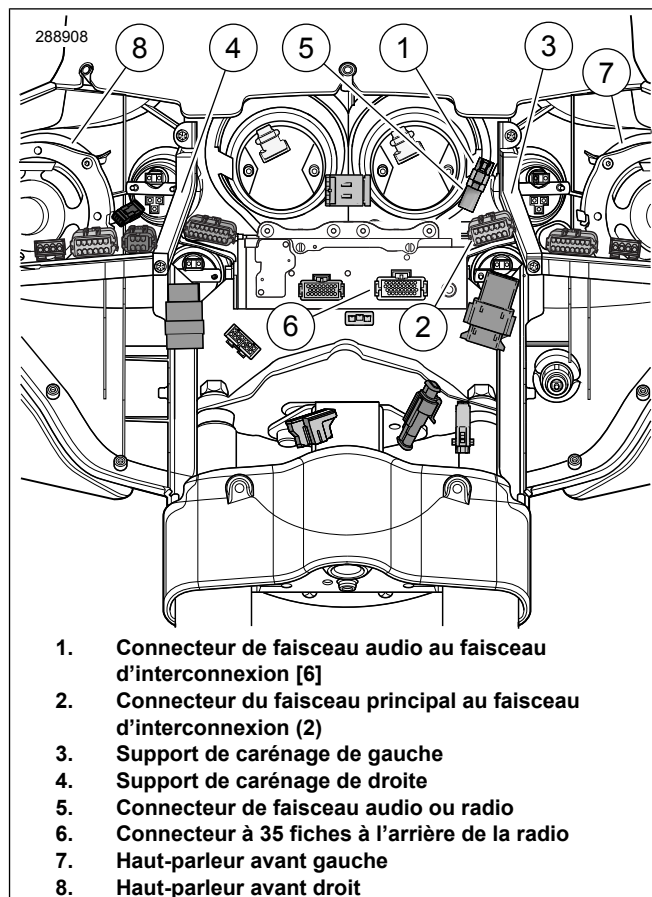

Figure 1. Connecteurs de carénage intérieur (FLHX, FLHT/C/U)
- Voir la figure 1. Noter l'emplacement du connecteur Deutsch noir à six fiches entre le faisceau audio et le faisceau d'interconnexion [6] (1) avant de déplacer le connecteur Molex gris à 12 fiches [2] (2).
Si la prise femelle Deutsch noire à six fiches entre le faisceau audio et le faisceau d'interconnexion [6B] (Voir la figure 1., Article 1) sur le véhicule **est connectée** à un faisceau audio (5), débrancher les deux parties du connecteur et passer à la section **Acheminement et connexion du faisceau de l'amplificateur**.
3. Brancher le connecteur à 35 fiches (13) du faisceau de fils radio (12) dans le réceptacle à l'arrière de la radio (voir Figure 1, article 6). S'assurer d'entendre un « dé clic ».
4. Acheminer la branche courte du faisceau de fils radio (avec une prise mâle à six fiches et des fils jaune/orange et jaune-violet) vers la zone de la prise femelle [6B] (1), mais **ne pas** la connecter pour le moment. Cette prise mâle (14) sera désormais appelée le connecteur [6A].
1. Déposer le coin de blocage secondaire de la prise femelle [6B] (Voir la figure 1., article 1) sur le véhicule selon les instructions du manuel d'entretien. Retirer les bouchons des cavités 4 et 5.